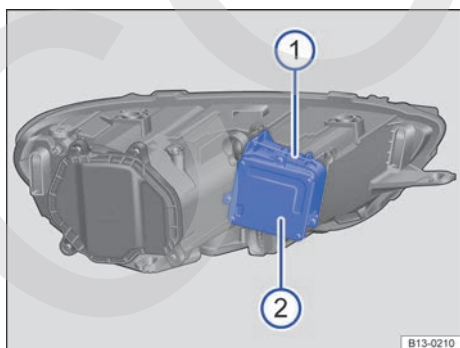
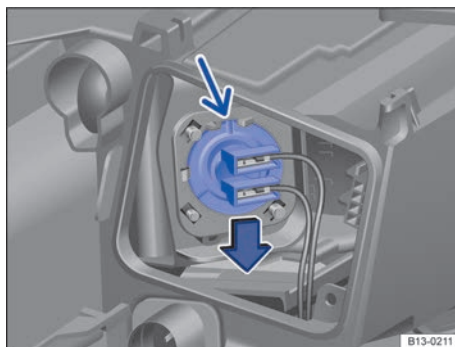

Fig. 163 En el vano motor: tapa del faro izquierdo.
Fig. 164 En el vano motor: luz de curva estática. ▶
→ fig. 163 y → fig. 164
3.	Mueva el estribo de sujeción → fig. 163 ① de la parte posterior del faro hacia delante y retire la tapa → fig. 163 ②.
6.	Coloque la lámpara con el conector en la parte inferior del orificio del faro y presione hacia arriba. La pestaña de la lámpara tiene que encontrarse en el rebaje superior del faro → fig. 164 (flecha pequeña).
7.	Coloque la tapa → fig. 163 ② y mueva el estribo de sujeción → fig. 163 ① hacia atrás hasta que se bloquee.